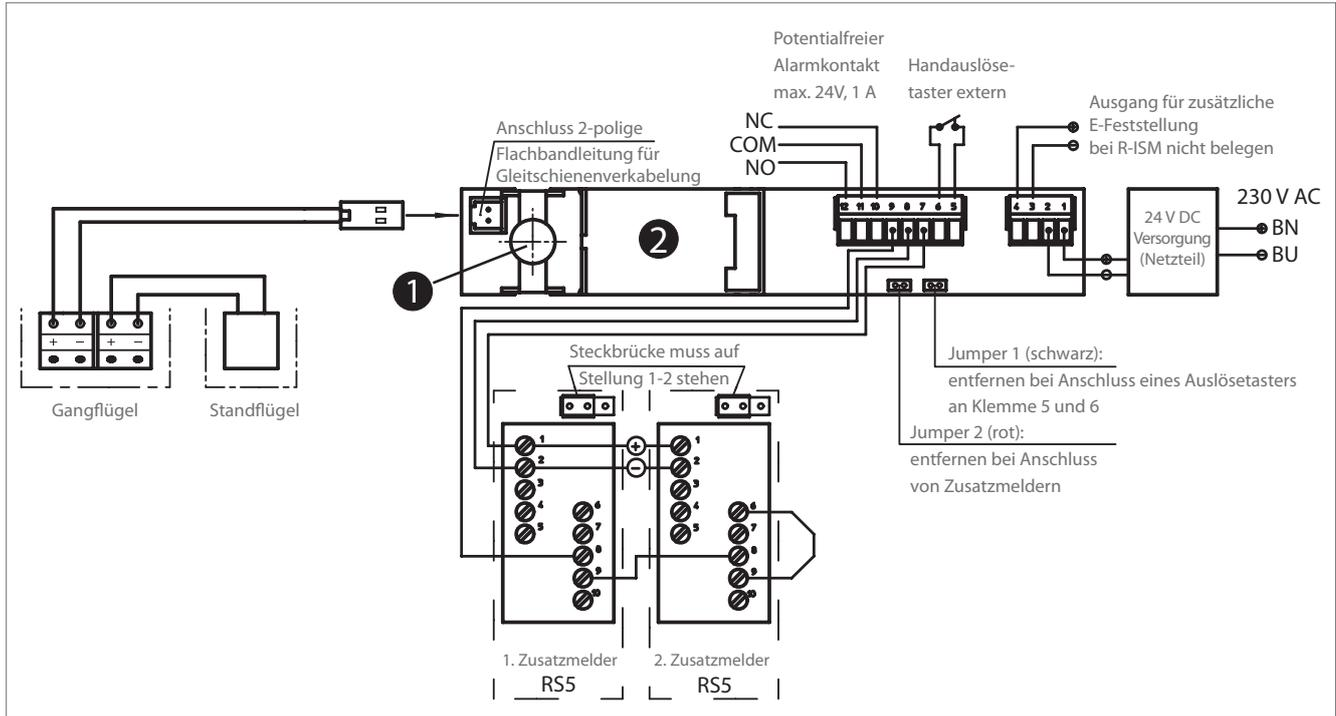

Fig. 96-1
**Legende, Fig. 96-1 (Anschlussplan L-R-ISM)**
- ① Betriebsanzeige und LED-Anzeige: